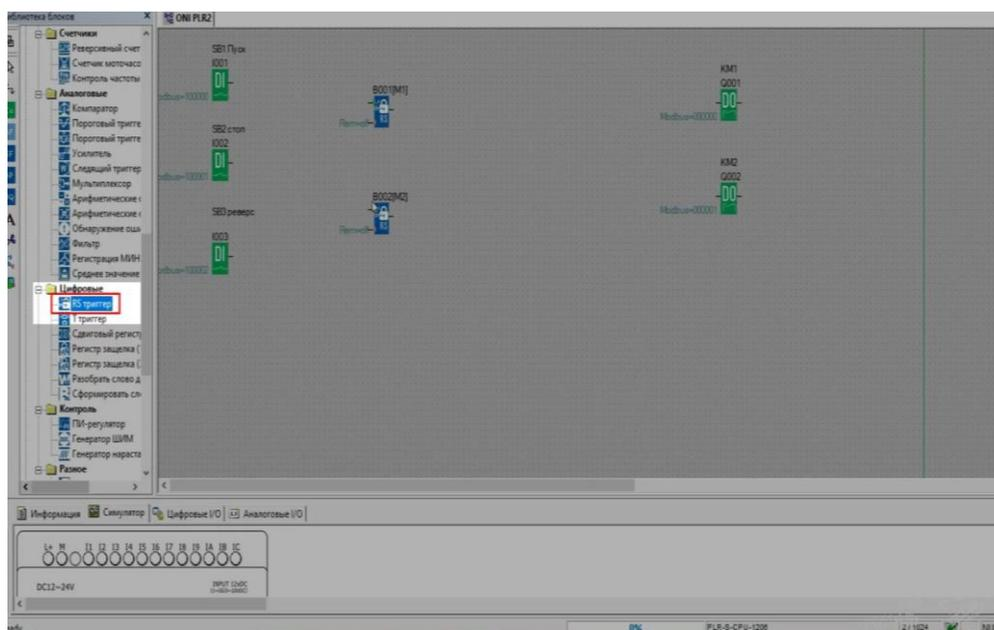

Рисунок 6 – Установка RS-триггеров
5. Для запоминания сигнала устанавливаем RS-триггеры. Так как направлений движения двигателей два, то и триггеров тоже должно быть два (у данного элемента имеется один выход и два входа: S – запоминание сигнала, R – сброс сигнала) (рис. 6).